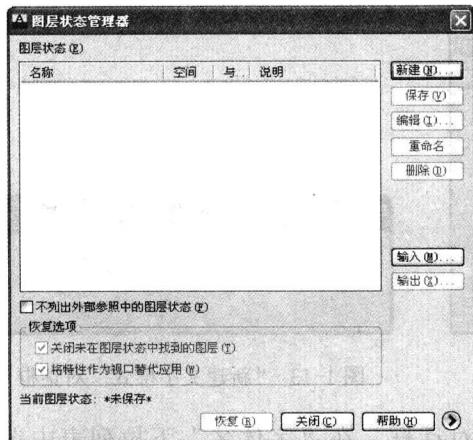

图 1-8 “图层状态管理器”对话框
1. 单击“图层特性管理器”对话框左上方的 按钮，弹出如图 1-8 所示的“图层状态管理器”对话框。